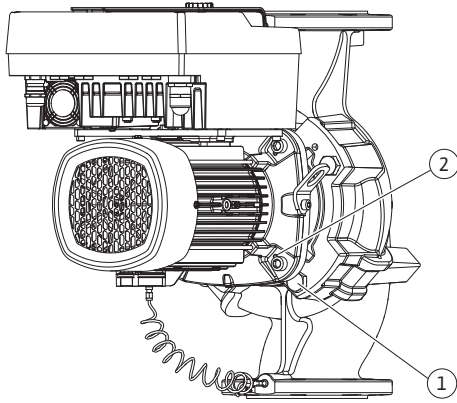

Fig. 111: Отжатие съемного блока через резьбовые отверстия (в зависимости от типа насоса)
23. Отжать съемный блок от корпуса насоса. Для этого использовать два резьбовых отверстия (см. Fig. 111, поз. 1).
33. Для отжатия съемного блока из корпуса насоса использовать два расположенных рядом резьбовых отверстия (Fig. 111, поз. 1) и имеющиеся или подходящие винты, предоставляемые заказчиком (например, M10 × 25 мм).